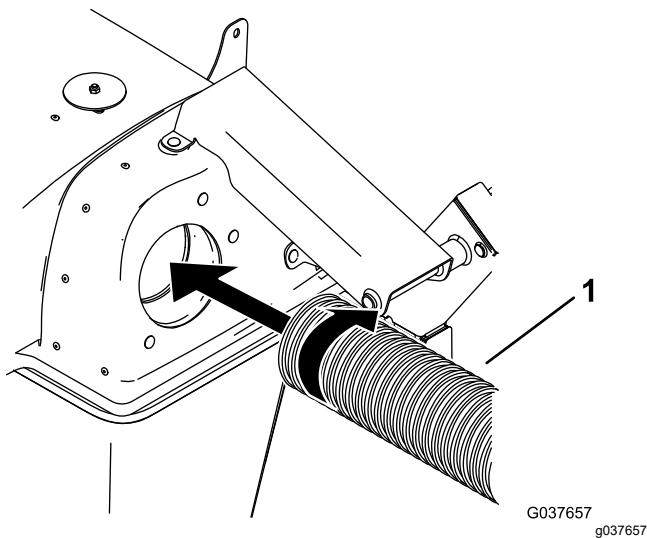

Bild 19
1. Schrauben Sie das eine Ende des Schlauchs mit 2 bis 3 Umdrehungen auf die Haube (Bild 19).